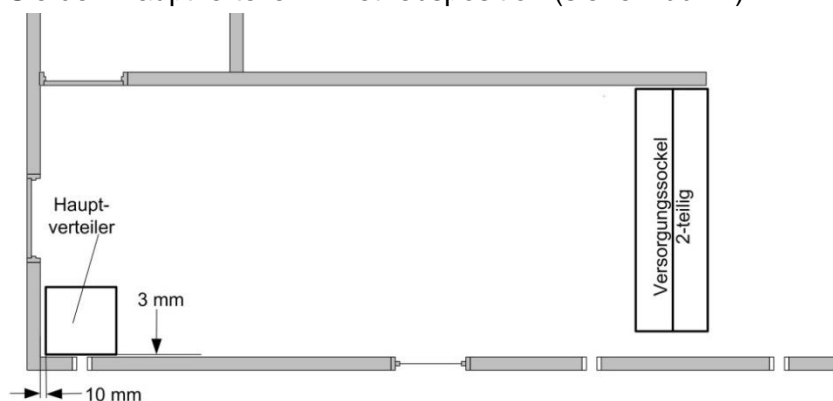

Abb. 4: Hauptverteiler in Betriebsposition
- ◆ Bringen Sie den Hauptverteiler in Betriebsposition (siehe Abb. 4:)